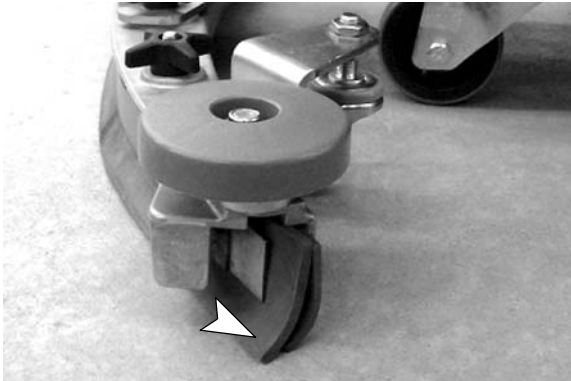

FIG. 55
3. Durant le fonctionnement de la machine avec les roulettes réglées correctement, les lames de racler doivent avoir une déflexion comme illustré (Figure 55).